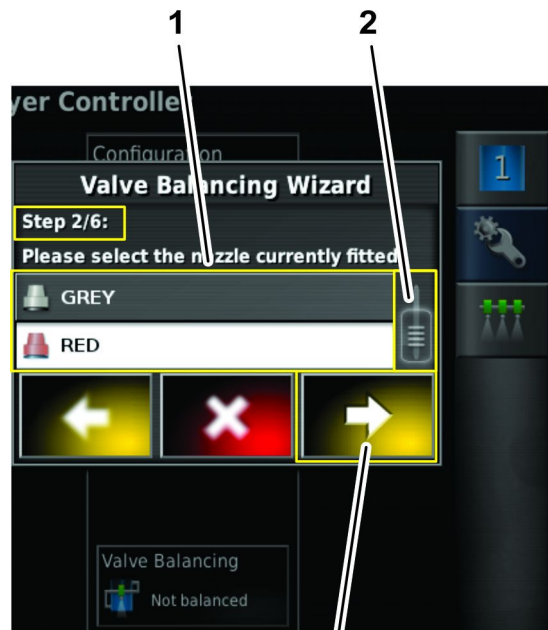

Bild 48
2. Ziehen Sie in Schritt 2 des Assistenten zum Ventilausgleich ggf. die Bildlaufleiste, um die Sprühdüse anzuzeigen, die Sie konfigurieren, und tippen Sie dann in der Dropdownliste auf das Symbol „Nozzle“ (Bild 48).
3. Tippen Sie auf das Weiter-Symbol (Bild 48).